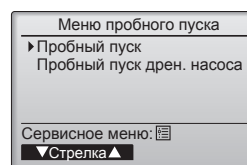

Рис. 2
- ② В меню тестового пуска выберите "Пробный пуск" и нажмите кнопку [ВЫБОР]. (Рис. 2)
- ③ Начнется режим пробного пуска, на экране откроется окно пробного пуска.